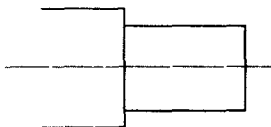

图 3-3
Step 3 单击 按钮, 根据图 3-1 中的尺寸, 在图框中作直线, 如图 3-3 所示。